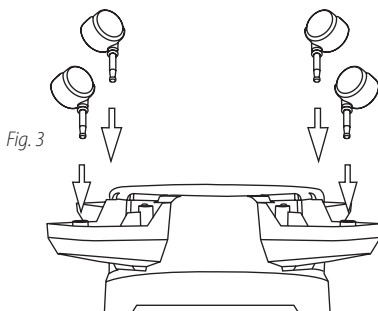

Fig. 3
4. Insertar las ruedas **4** pivotantes **5** en las patas de las ruedas colocando los vástagos de las ruedas en los orificios provistos **4**. Presionar y girar hacia un lado y hacia otro hasta que las ruedas encajen en su sitio. Fig. 3.